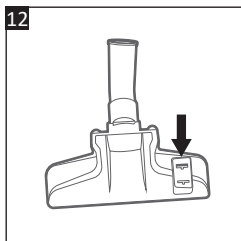

Fig. 12
Los cepillos del cepillo de suelo (18) se pueden regular según el tipo de suelo a limpiar (Fig. 12).
- Presione  en el interruptor del cepillo para suelos (17) para extraer los cepillos cuando limpie suelos duros que no sean susceptibles de ser rayados.
- Presione  en el interruptor del cepillo para suelos (17) para retraer los cepillos al limpiar alfombras, tapetes o superficies duras.